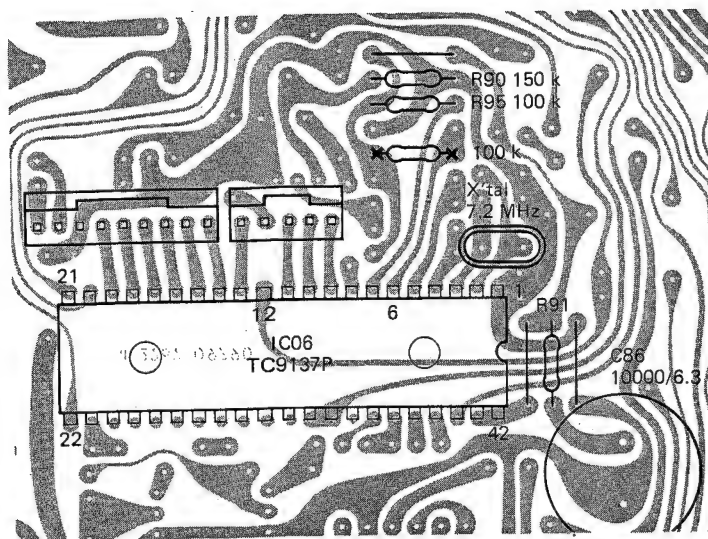

Fig. 1
2. Remove R94 (100 k-ohm). (Fig. 1).